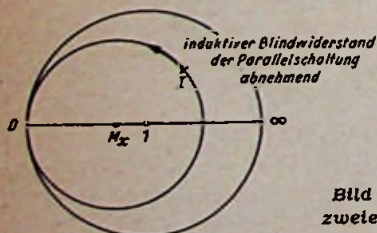

Bild 7. Parallelschalten zweier Blindwiderstände
- Sein Mittelpunkt (M_x) muß auf der x-Achse (reellen Achse) liegen (Bild 7).